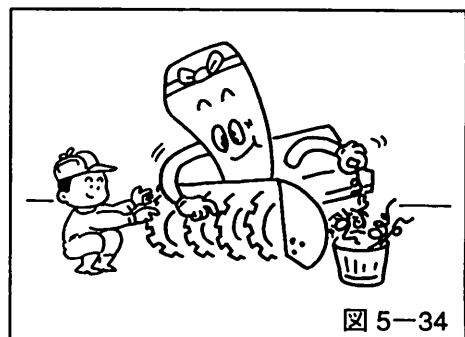

図 5-34
2. ブロワ及びオーガ軸にビニール紐などが巻き付いていたら、取り除いてください。そのまま運転しますと、オーガミッションのオイルシールを傷め、オイル漏れの原因になります。(図5-34参照)